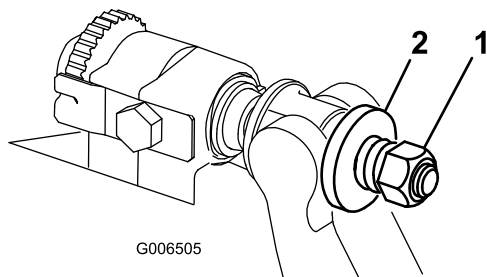

Рисунок 32
4. Затяните гайку натяжения пружины так, чтобы пружина полностью сжалась, затем отверните ее на 1/2 оборота (Рисунок 32).
10. Затяните гайку на каждом узле регулировки планки неподвижного ножа до полного сжатия пружины, а затем отпустите гайку на 1/2 оборота (Рисунок 32).